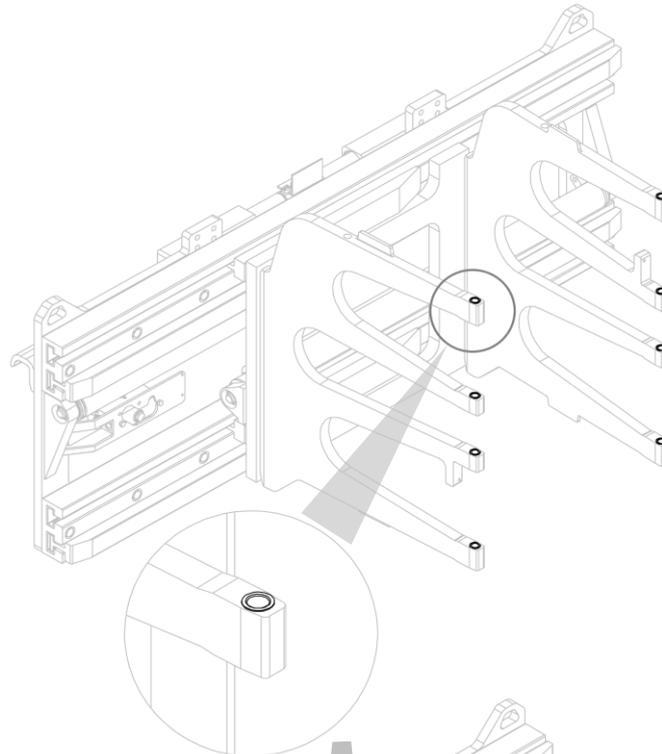
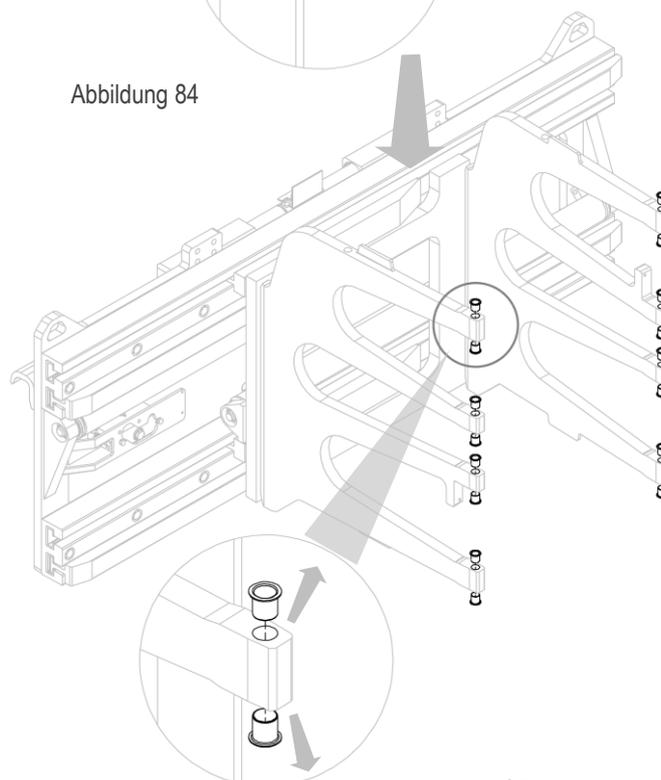

Abbildung 84
Abbildung 85
3. Nehmen Sie die Buchsen aus ihren Aufnahmen (siehe *Abbildung 84* und *Abbildung 85*).